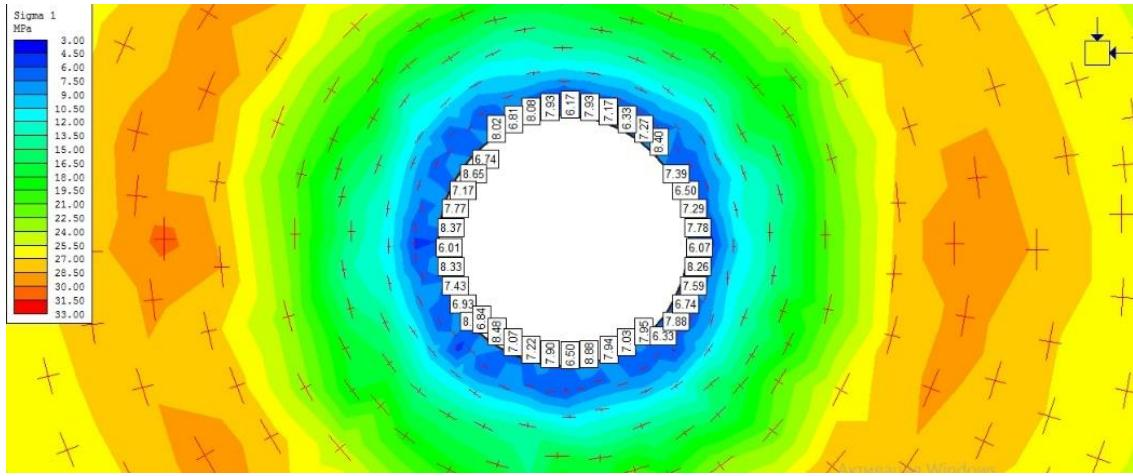

Рисунок 1.4. Величини розподілів напружень на контурі виробки
Натисніть «Так» (OK) і побачите величини розподілу значень напружень уздовж границь виробки (рис. 1.4).